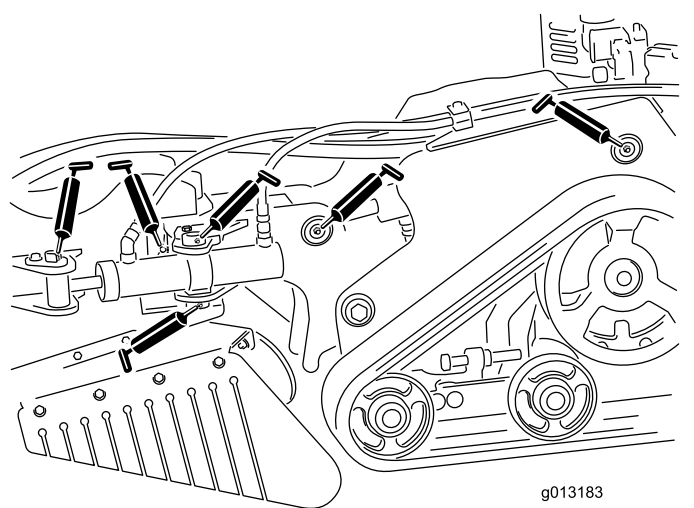
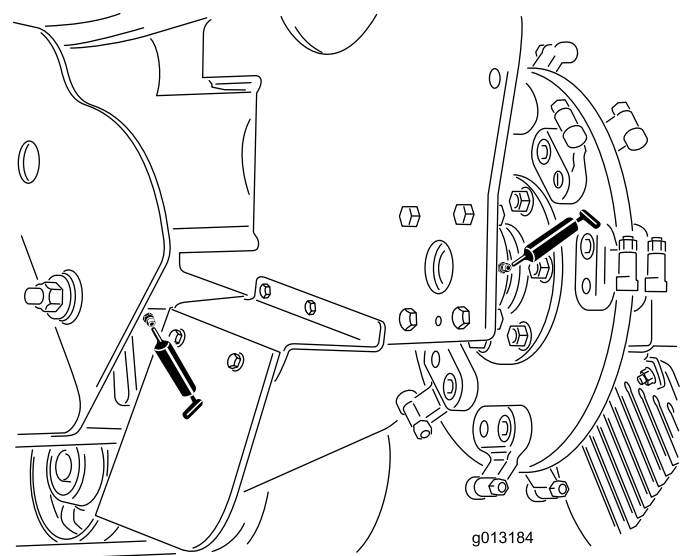

図 25
図 26
4. ニップルにグリスガン接続する 図 25 と 図 26。